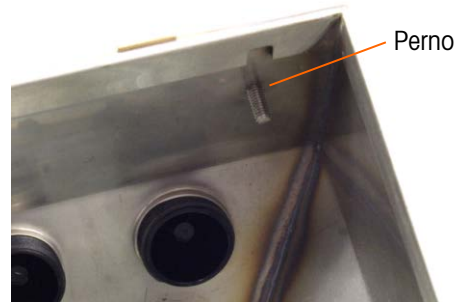

Figura 2-8: Perno para fijar el panel frontal invertido
3. Gire con cuidado 180 grados la tapa frontal y vuelva a conectar las dos cintas de conexión a tierra en los dos pernos cerca de los manguitos de sujeción mediante las dos tuercas retiradas en el paso anterior. La Figura 2-8 muestra uno de los pernos. Apriete las dos tuercas.